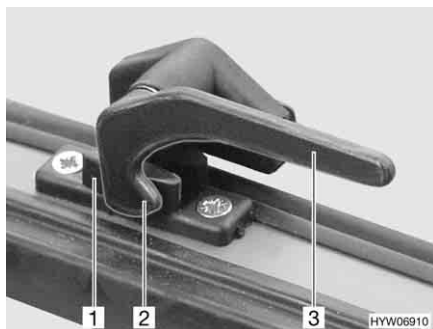
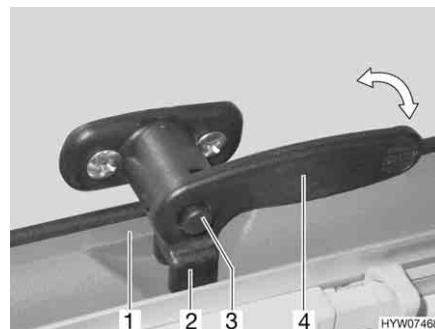

Fig. 75 Levier de verrouillage sans bouton de sécurité en position "Fermé"
Fig. 76 Levier de verrouillage avec bouton de sécurité en position "Fermé"
- Le cas échéant, appuyer sur le bouton de sécurité (Fig. 76,3) et le maintenir enfoncé.
- Tourner le levier de verrouillage (Fig. 75,3 ou Fig. 76,4) d'un quart de tour vers le cadre de la fenêtre. Le tenon de verrouillage (Fig. 75,2) se trouve sur le côté intérieur du verrouillage de fenêtre (Fig. 75,1) ou la fourche (Fig. 76,2) du levier de verrouillage se trouve toute entière sur le côté intérieur du verrouillage de fenêtre (Fig. 76,1).
- En position "Fermé" (Fig. 75 ou Fig. 76)